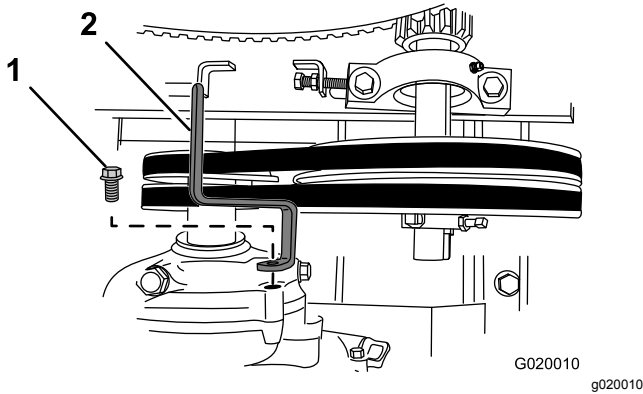

Figura 73
3. Retire el perno que sujeta la guía de las correas al motor, y retire la guía de las correas (Figura 73).
7. Sujete la guía de las correas provisionalmente al motor (Figura 73) con el perno que se retiró en el paso 3 de Retirada de las correas \(página 49\).